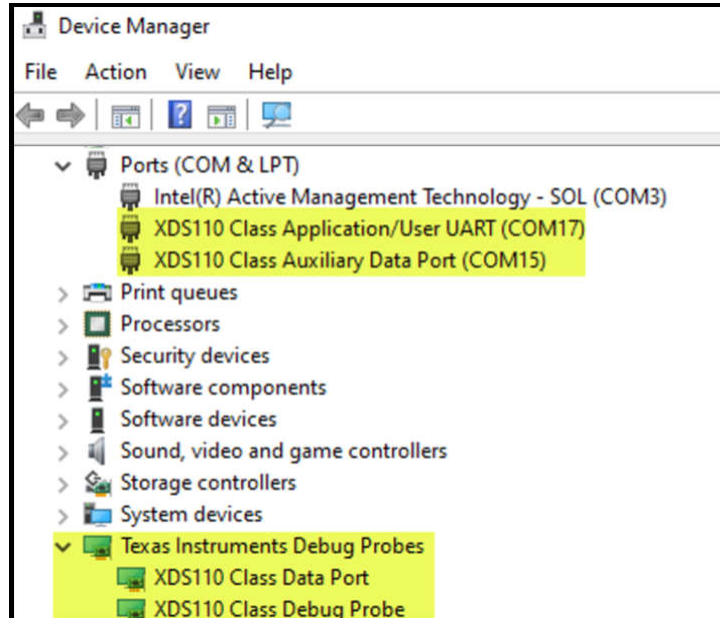

图 7-1. Microsoft® Windows® 10 设备管理器显示成功检测到 XDS110 调试探针
5. **出现在设备管理器中**：为了让 JTAG 调试探针与 PC 通信，需要安装驱动程序文件。这通常与安装 Code Composer Studio (CCS) 同时发生。要验证驱动程序是否已成功安装，请将 PC 连接到 JTAG 调试探针并开机。然后转至“Control Panel” → “Device Manager” (图 7-1) 并找到相关的调试探针。